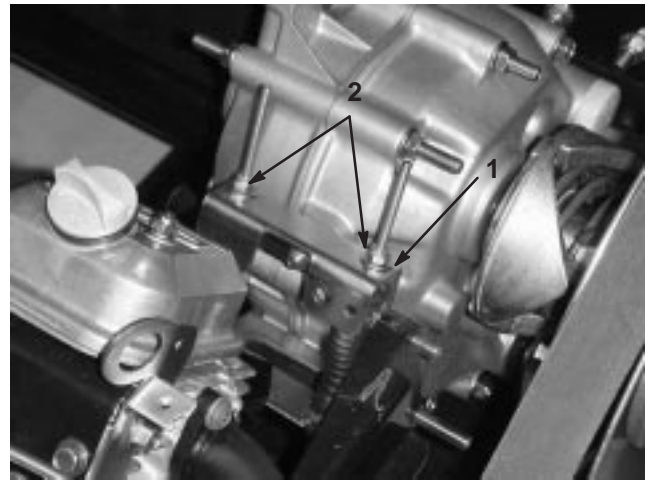

Bild 26
Wenn Sie regelmäßige Wartungsarbeiten und/oder eine Motordiagnostik durchführen, müssen Sie die Antriebsachse zunächst auf Neutral schalten (Bild 26). Der Schalthebel weist eine Neutralstellung auf, die den Leerlauf der Antriebsachse bestimmt. Treffen Sie die folgenden Maßnahmen, um sicherzustellen, dass der Schalthebel in der Neutralstellung die Antriebsachse auch richtig auf Neutral schaltet:
2. Achten Sie darauf, dass die Neutralhalterung in der Neutral-Stellung eben ist. Drehen Sie hierfür die Antriebskupplung (Bild 26). Das Fahrzeug sollte nicht vorwärts- oder rückwärtsrollen. Wenn sich das Fahrzeug bewegen lässt, schieben Sie die Neutralhalterung in die Neutral-Stellung.
3. Ziehen Sie eine der Sicherungsmuttern (Bild 26) nur so weit fest, dass das Spiel aus dem Schaltzug entfernt wird.